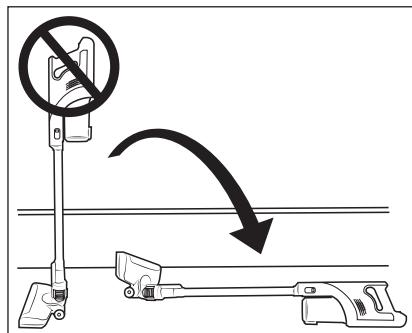

Abb. 9
① ACHTUNG!
- Die Saugöffnungen des Gerätes und der Bodenbürste ⑮ und das Saugrohr ⑯ müssen jederzeit frei sein und dürfen nicht verstopt werden. Verstopfungen führen zu Überhitzung und Beschädigung des Motors.
- Achten Sie darauf, dass der EPA-Filter ⑤ immer eingesetzt ist, bevor Sie das Gerät verwenden.
- Versuchen Sie nicht den Staubsauger aufrecht hinzustellen, wenn Sie ihn zwischenzeitlich abstellen oder aus der Hand legen wollen. Setzen Sie den Staubsauger dafür in die Wandhalterung ⑯ oder legen Sie ihn auf den Boden (siehe Abb. 9 und 10). Der Staubsauger kann ansonsten aufgrund seines hohen Schwerpunkts umkippen und beschädigt werden und unter Umständen beim Umkippen weitere Gegenstände beschädigen.